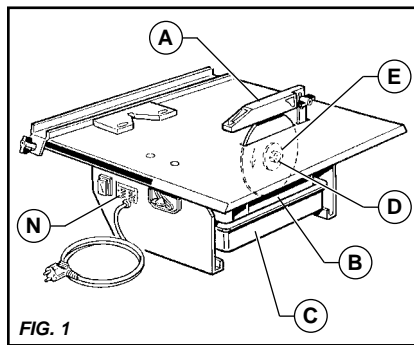

FIG. 1
-  **- Comprovar se a tensão indicada na placa de características é a apropriada [Fig. 1].**